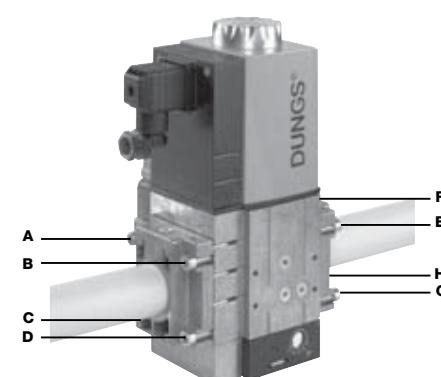

Рис. 8
2. установить устройство MBC....SE и уделить особое внимание прокладкам O-Ring (Рис. 8)